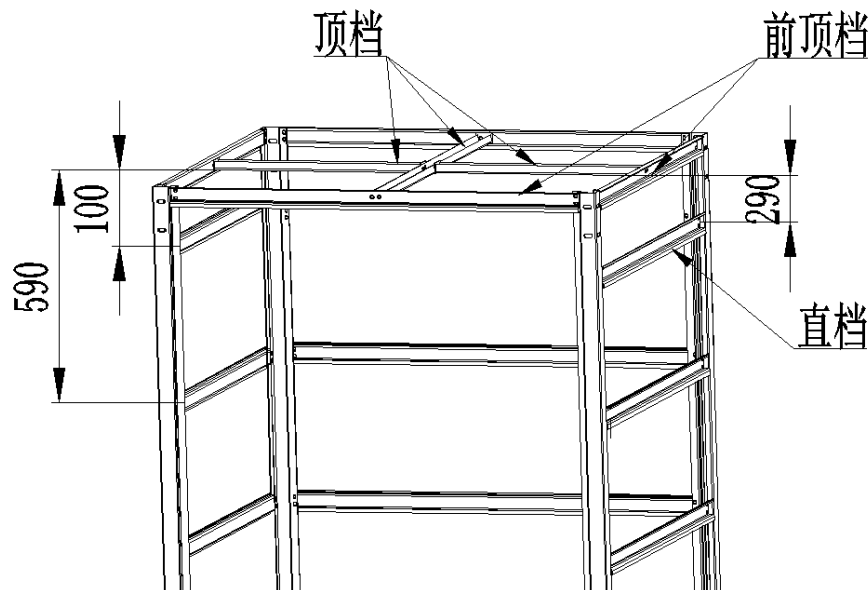

图 3-13 钢井架顶框安装示意图
3.3.1 取前顶档，与立柱顶端孔位相连，有 3 个腰孔边朝下安装，并在前顶档相应位置安装顶档。以顶档下平面为基准，在对重一侧向下 290mm 位置处安装一根直档，相应位置安装立柱加强件，在轿厢一侧向下 100mm 位置处安装一根直档，相应位置安装立柱加强件。按图 3-13 所示安装。钢架（顶档）不能做为吊钩起吊点。